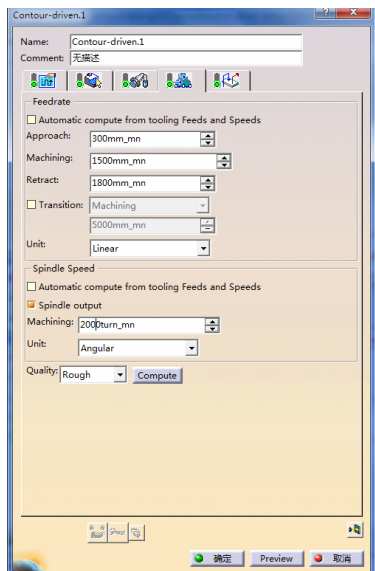

图 3-58 进给率参数选项卡 (3)
4) 定义进给率。单击“Contour-driven.1”对话框中的, 切换到进给率参数选项卡 (3), 如图 3-58 所示。